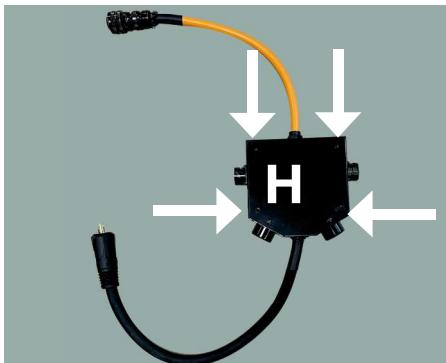
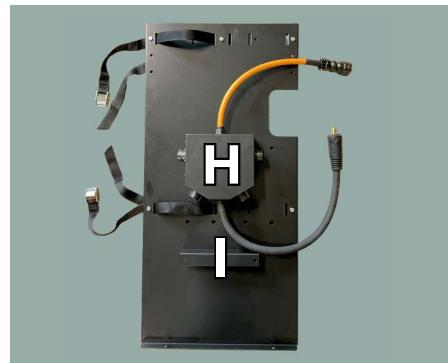

Fig. 13
Fig. 14
Unire lo sdoppiatore (H) al porta bombola in dotazione al kit utilizzando i 4 fori di fissaggio indicati in fig.13 le 4 viti testa a croce M4x8 come da fig. 14
Join the splitter (H) to the cylinder holder supplied with the kit using the 4 fixing holes indicated in fig.13 and the 4 M4x8 cross-head screws as shown in fig. 14
Unir el divisor (H) al portabombona suministrado con el kit utilizando los 4 orificios de fijación indicados en la fig.13 y los 4 tornillos de cruz M4x8 como se muestra en la fig. 14